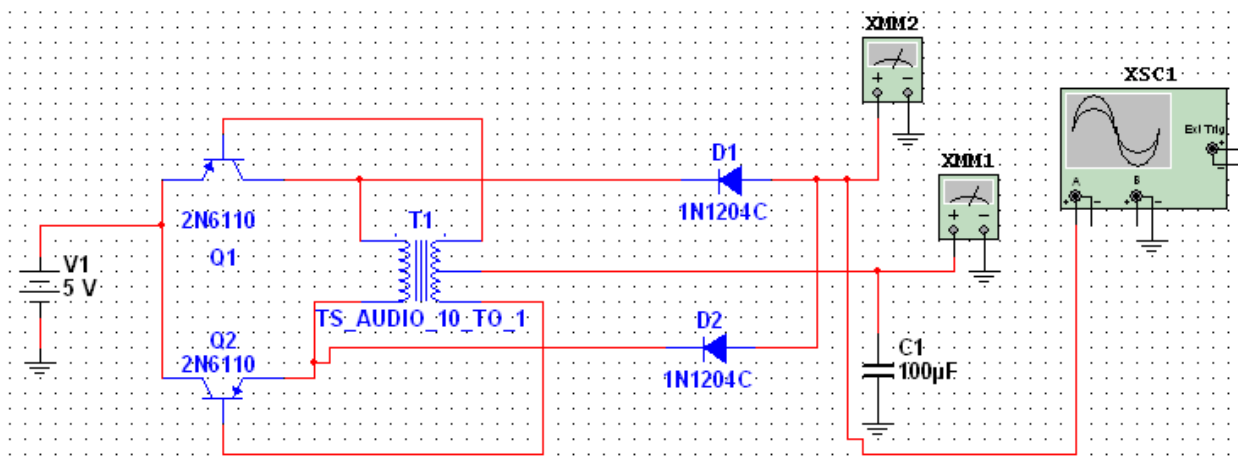

Рисунок 10.1
1. Скласти схему дослідження одноктного зворотного перетворювача (Рис. 10.1), приєднати навантажувальний реостат, вимірювальні прилади і осцилограф.
2. Як треба змінити схеми на рис. 10.1 щоб реалізувати на основі силових каскадів стабілізуючі перетворювачі?
3. Яке призначення дроселя L1 і комутаційного діода VD3 в схемі однокатного прямого перетворювача на рис. 10.1 б?